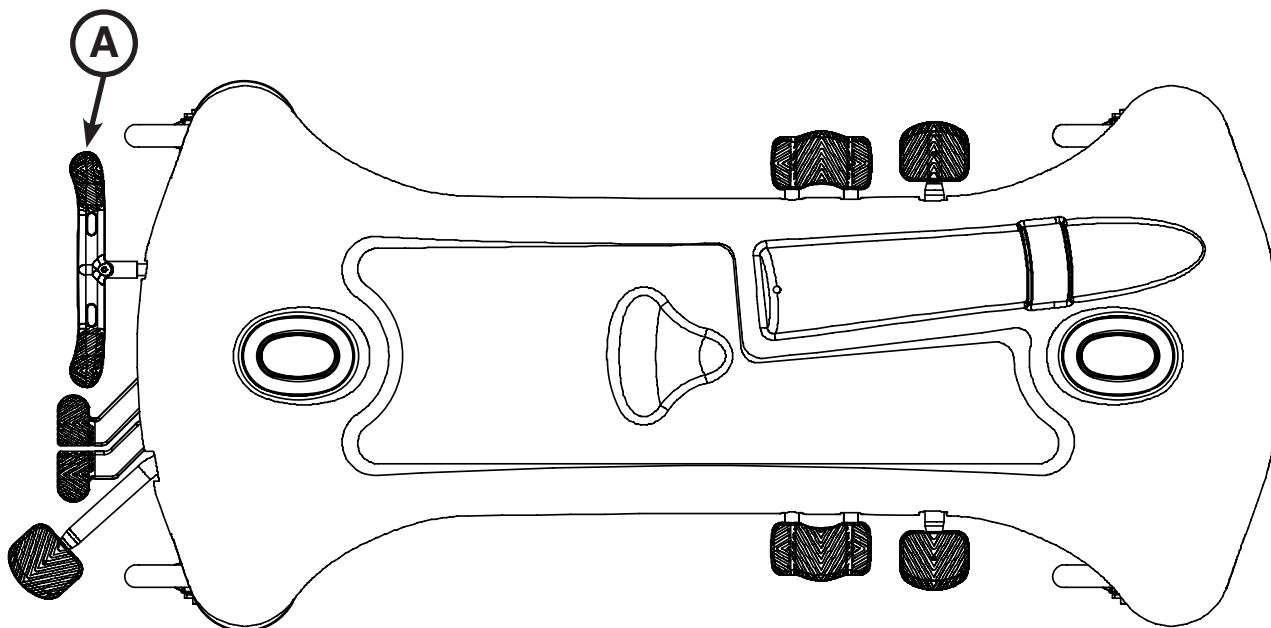

Abbildung 3: Bremssystem
Um die Bremsen am Kopfende zu aktivieren, die linke Seite von Pedal (A) vollständig heruntertreten (siehe Abbildung 3).